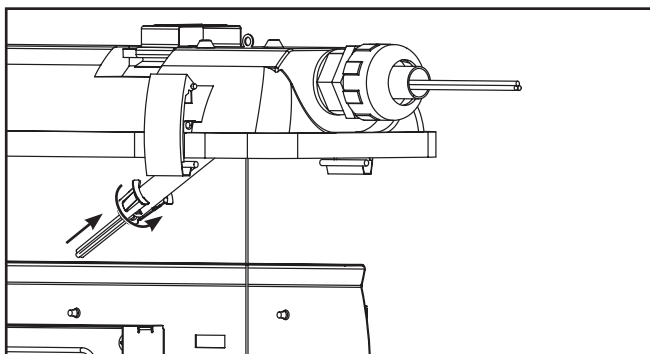

Figura 12.
13. Inserte la línea, el neutro y el cable a tierra a través del orificio en el extremo del cierre del conducto y luego vuelva a colocar el cierre en el extremo del conducto de metal flexible. (Figura 12)